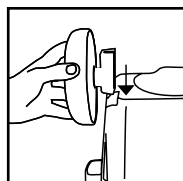

FIGURE 12
15. Faire glisser le carter d'essieu dans la rainure en queue d'aronde située à l'arrière de la cuve : le carter d'essieu est effilé et devrait glisser dans la rainure en queue d'aronde sans force excessive. **FIGURE 12.** Serrer la vis.